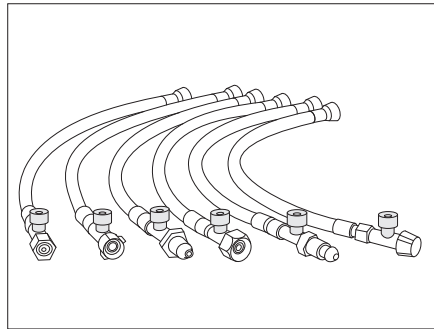

Fig. 180 Tuyaux flexibles haute pression avec sécurité de rupture de flexible (variantes spécifiques de pays)
- Appuyer fermement sur le bouton vert du tuyau flexible haute pression (Fig. 180).